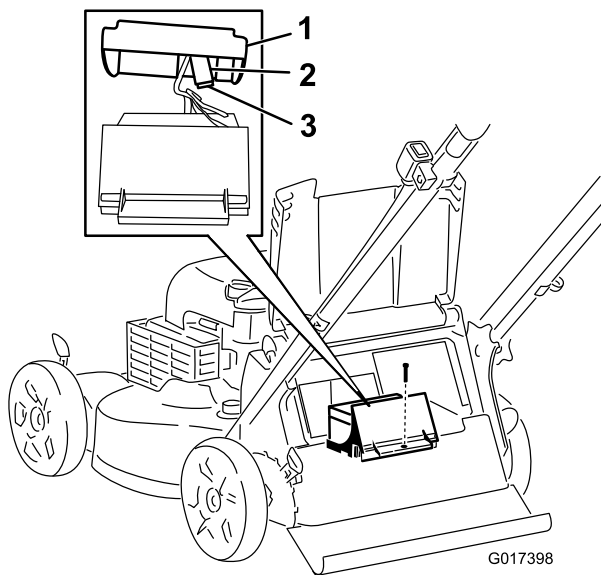

Bild 25
3. Entfernen Sie die Schraube, mit der das Batteriefach befestigt ist, ziehen Sie die Batterie heraus und finden Sie die Sicherung (Bild 25).
- 4. Wechseln Sie die Sicherung im Sicherungshalter aus (Bild 25).